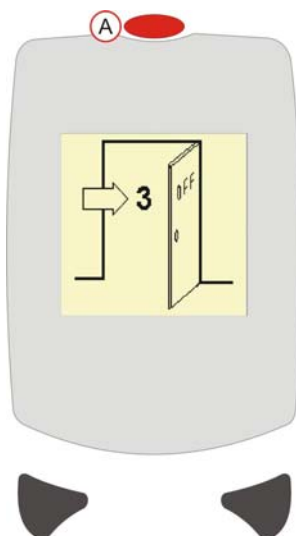

Figura 14 Spegnimento
Dopo avere archiviato le misure necessarie, premere e mantenere premuto il tasto Power per tre secondi per spegnere lo strumento (fare riferimento alla figura 14 (A)). Verrà visualizzata una porta accompagnata dal conto alla rovescia 3, 2, 1.